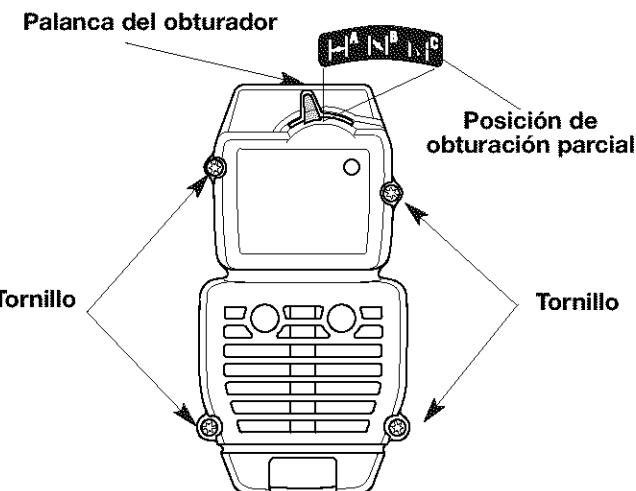

Fig. 13
1. Coloque la palanca del obturador en posición de obturación parcial (**PARTIAL**) (B).
NOTA: La palanca del obturador debe estar en la posición de obturación parcial (**PARTIAL**) (B) (Fig. 13) para retirar la cubierta del filtro de aire / silenciador.
- Saque los cuatro (4) tornillos que sostienen la cubierta del filtro de aire / silenciador (Fig. 13). Use un destornillador de vástago plano o un destornillador de broca T-20.
NOTA: La palanca del obturador debe estar en la posición de obturación parcial (**PARTIAL**) (B) (Fig. 13) para instalar la cubierta del filtro de aire / silenciador.
- Inserte los cuatro (4) tornillos en los orificios de la cubierta del filtro de aire / silenciador (Fig. 13) y ajústelos. No los ajuste demasiado.